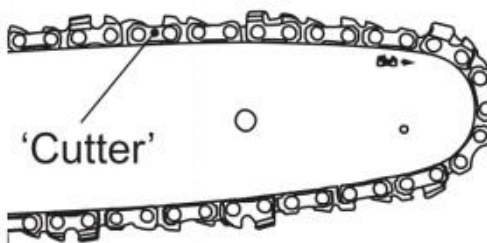

Fig. 8
- Schieben Sie die Sägekette (C12) in die Nut um die Führungsschiene (C13). Stellen Sie sicher, dass die Sägekette (C12) in der richtigen Drehrichtung installiert ist. (Abb.8)